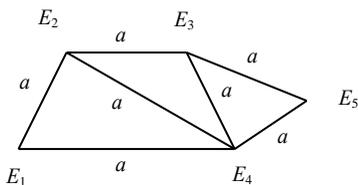

Рис. 3.1. Неориентированный граф
**Задача 3.3.** Построить матрицу инцидентий для ребер неориентированного графа и дуг орграфа, представленных на рис. 3.1 и 3.2.